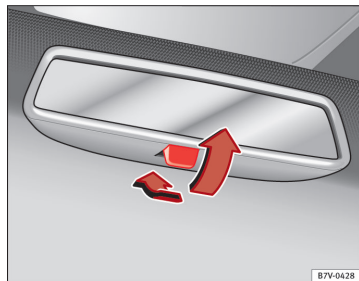

Fig. 71 Bakspejl med manuel afblænding
- For at afblænde spejlet skal du trække armen bagud ⇒ Fig. 71.